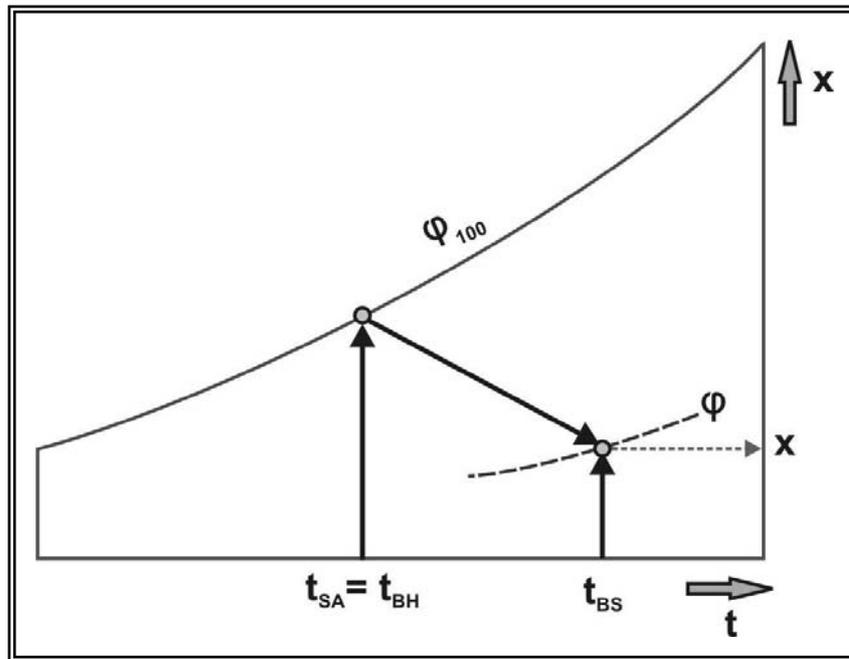

Figura 15
**Determinación de la HRA utilizando la temperatura de bulbo húmedo y la de bulbo seco:** Una de las aplicaciones importantes del diagrama psicrométrico es la determinación de la **HRA** mediante la utilización del psicrómetro (ver **Figura 9**). Con este equipo se determina la temperatura de bulbo húmedo y de bulbo seco de un aire. Como ya se ha comentado, para solamente un sistema aire – vapor de agua, la temperatura de bulbo húmedo coincide sensiblemente con la temperatura de saturación adiabática. Por lo tanto, teniendo esos dos datos, el proceso para hallar la **HRA** es la inversa del método anterior (ver **Figura 15**).